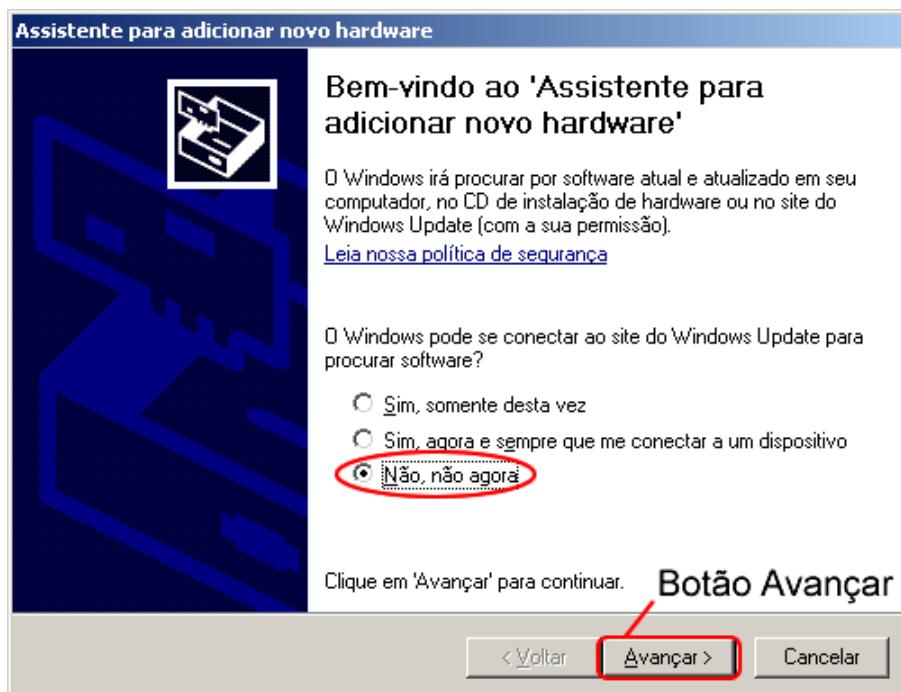

Figura 3.42 - Janela de reconhecimento do dispositivo.
- 2) Aparecerá uma janela de instalação do *driver* da gravadora. O assistente de instalação do driver pergunte se o Windows pode se conectar ao site do Windows Update para procurar o software, selecione a opção “**Não, não agora**” e clique no botão “**Avançar**” (Figura 3.42).